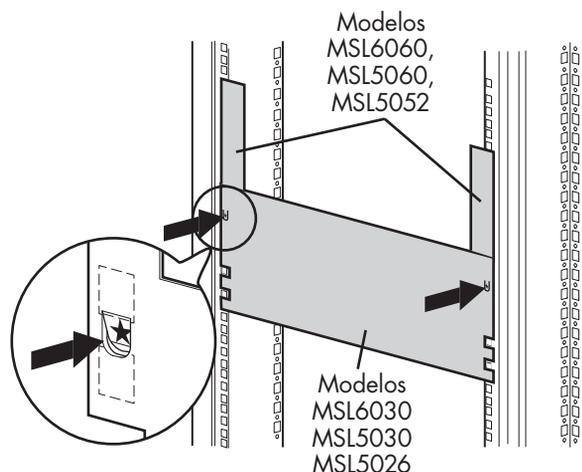

Figura 12: Plantilla de una biblioteca (se muestra el receptáculo del bastidor 9000)
2. Extraiga la plantilla y, a continuación, fije los rieles con las abrazaderas suministradas (consulte la Figura 12). Los soportes frontales de los rieles están montados de manera que los tornillos puedan colocarse directamente. Los soportes posteriores no están enroscados y necesitan tuercas de pinza o de alojamiento en los rieles verticales posteriores del receptáculo del bastidor.